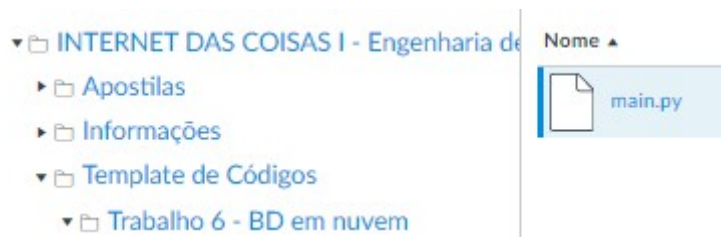

Figura 2
3. Executar o template de acesso aos tópicos através do Python. O código está abaixo e também no Canvas, como mostra a Figura 2.